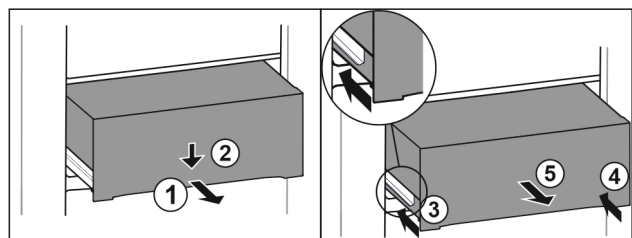

Fig. 70
- ▶ Dra ut utdragslåda till hälften. Fig. 70 (1)
- ▶ Tryck utdragslådan på framsidan nedåt. Fig. 70 (2)
- ▶ Skjut in vänster skena ca 2 cm. Fig. 70 (3)
- ▶ Skjut in höger skena ca 2 cm. Fig. 70 (4)
- ▶ Ta ut utdragslåda genom att dra den framåt. Fig. 70 (5)